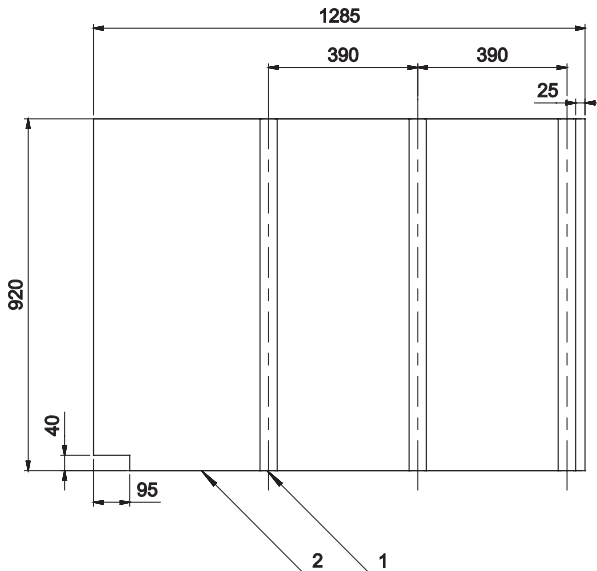

Abbildung 19. Maße für die Seitenschalung.
- 4.2. Schneiden Sie zwölf 70x45 Kanthölzer auf eine Länge von 920 mm und vier Stück 18 mm-Schalungssperrholz gemäß EN 636-3 in die Form 1285x920 mm und schneiden Sie in eine Ecke eine Aussparung wie in Abbildung 19. Fertigen Sie vier ähnliche Seitenbretter gemäß dieser Anweisungen und bringen Sie die Kanthölzer dann mit Holzschrauben wie in Abbildung 19 gezeigt an den Schalbrettern an.